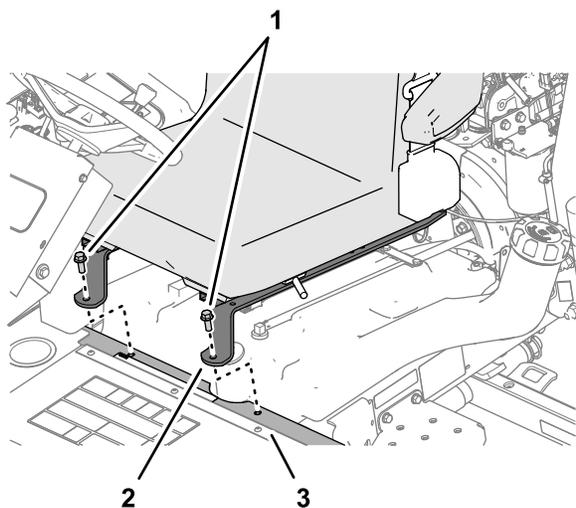

Figure 3
2. Retirez les 2 vis à embase qui fixent les barres du siège au profilé de support (Figure 3).